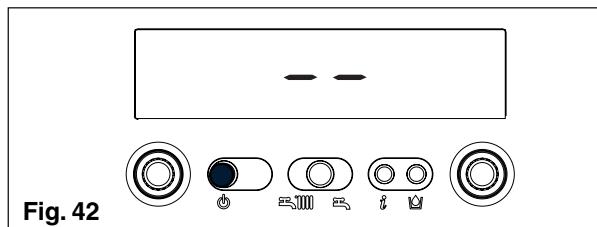

Fig. 42
- ⚠ Parametrii de operare trebuie programati atunci cand centrala este oprita. Pentru aceasta, apasati butonul  pana ce este afisat simbolul - - (fig. 42).
Pentru resetare, apasati butonul  (fig. 42).